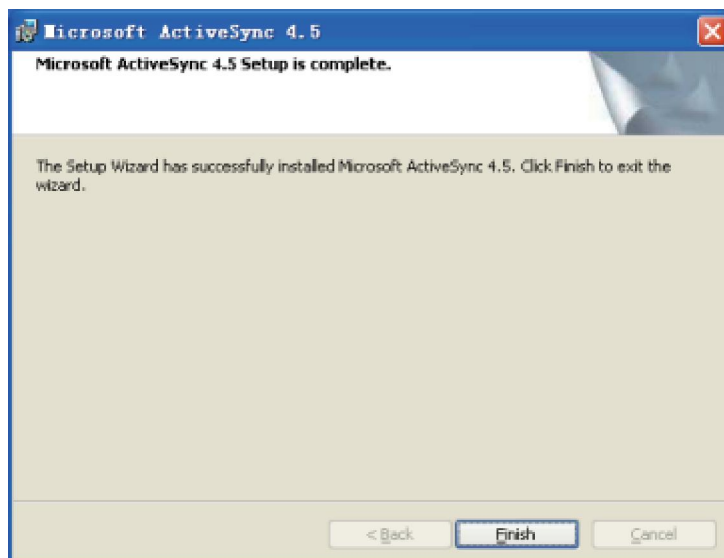
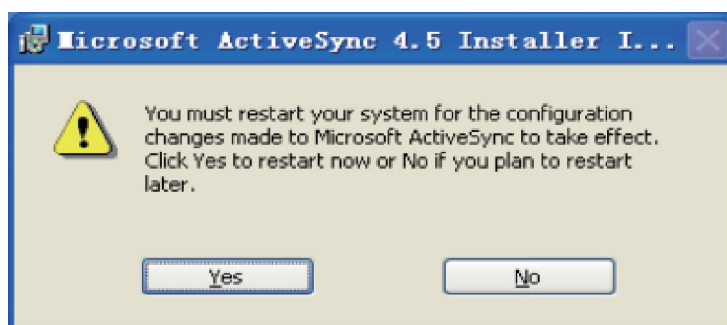

图 5.1.7
图 5.1.8
7、安装完成将出现图 5.1.7 界面：
8、在图 5.1.7 界面中点击“ Finish ”按钮完成程序安装，此时操作系统将会出现图 5.1.8 所示信息提示：
9、在图 5.1.8 界面点击“ Yes ”按钮完成软件对系统设置的更改，重启之后用户可以在任务栏右下角看到图 5.1.9 所示图标，双击图标可以打开同步软件，界面如图 5.1.10 所示：